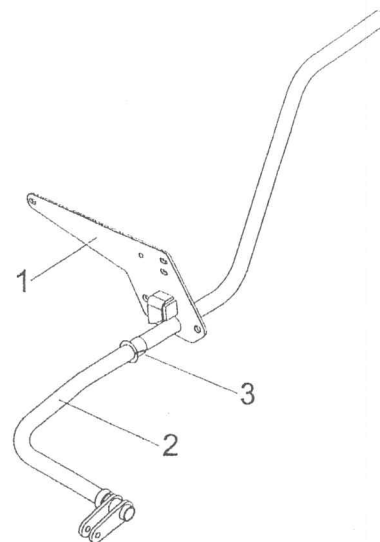

Figure 4
Installer le bras (fig. 4, item 1) dans le support (item 2) en glissant le coussinet de nylon (item 3) sur le bras, la bride en premier jusqu'à la douille. Glisser le support (item 1) sur le bras, le côté de la butée soudée en premier jusqu'à la douille.